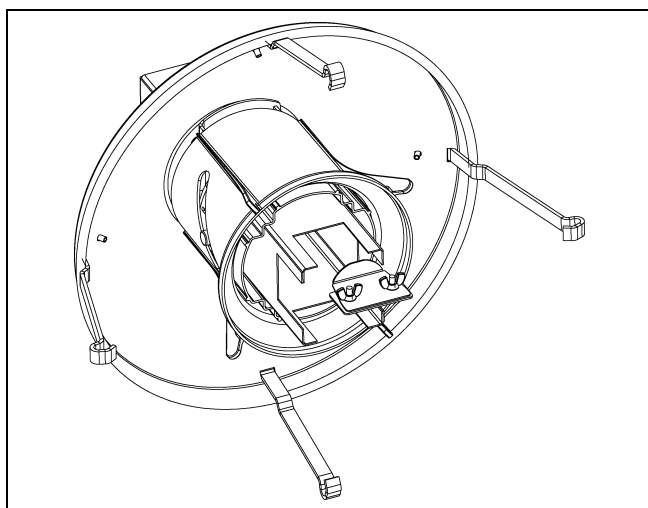

Рисунок 4O
2. Снимите лоток с кормушки, поверните кормушку на 90°, после чего переместите пластмассовый уровень корма и регулятор уровня корма к верхней части трубы отвода. (см. рисунок 4O.)